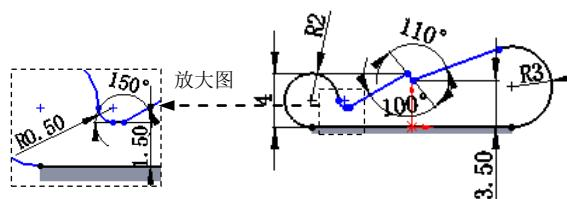

图 16.3.6 边线—法兰 1 草图
(3) 定义法兰参数。
① 定义法兰角度值。在 **角度(G)** 区域的 文本框中输入角度值 90.0。
② 定义长度类型和长度值。在“边线法兰”对话框 **法兰长度(L)** 区域的 下拉列表中选择 **给定深度** 选项，在 文本框中输入深度值 3.0。
③ 定义法兰位置。在 **法兰位置(N)** 区域中，单击“材料在内”按钮 .
(4) 单击 按钮，完成边线—法兰 1 的初步创建。
(5) 编辑边线—法兰 1 的草图。在设计树的 **边线—法兰 1** 上右击，在弹出的快捷菜单中单击“编辑草图”按钮 ，系统进入草图环境。绘制图 16.3.6 所示的草图。退出草图环境，此时系统完成边线—法兰 1 的创建。